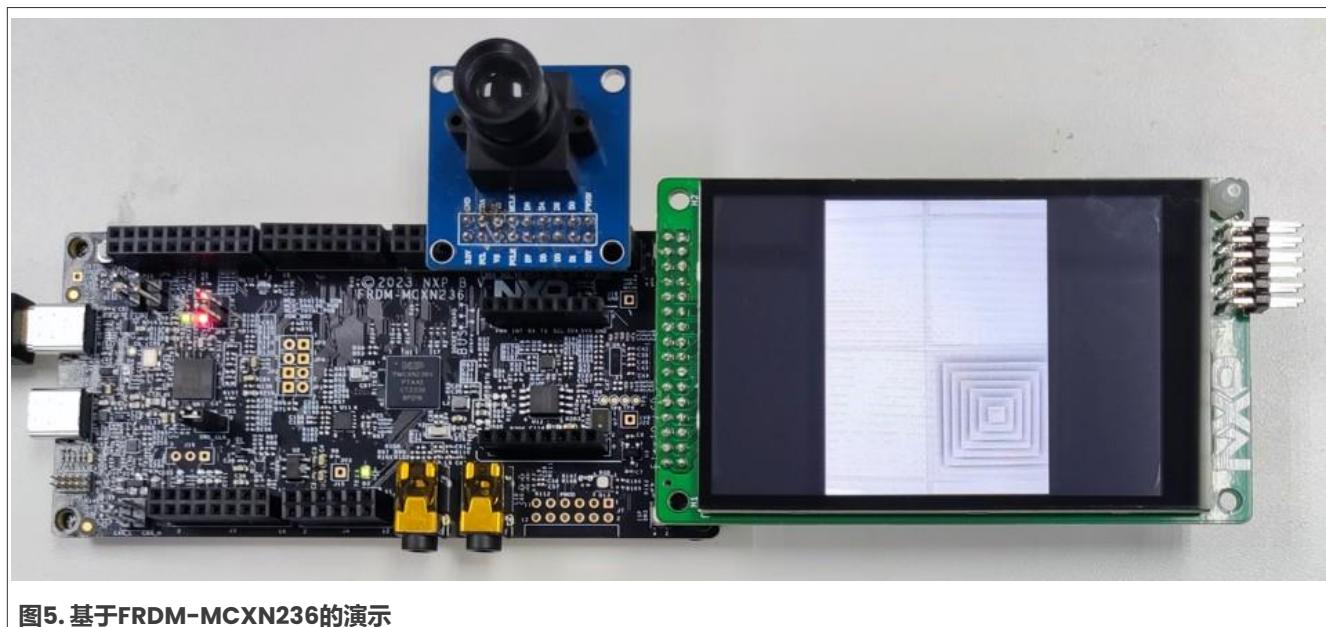

图5. 基于FRDM-MCXN236的演示
3. 参照图5中的接口连接，将摄像头连接到MCU。
5. LCD显示来自摄像头的视频帧，参见图5。